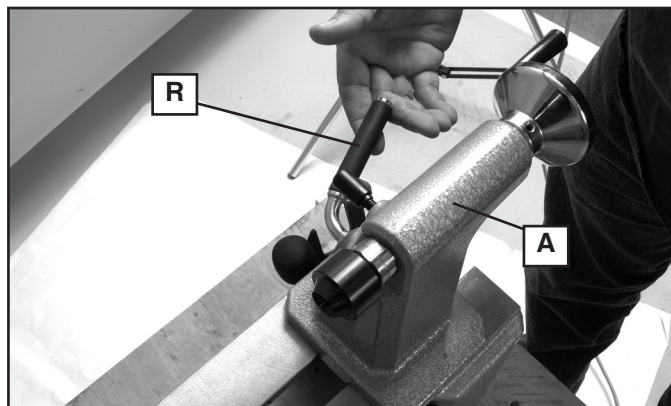
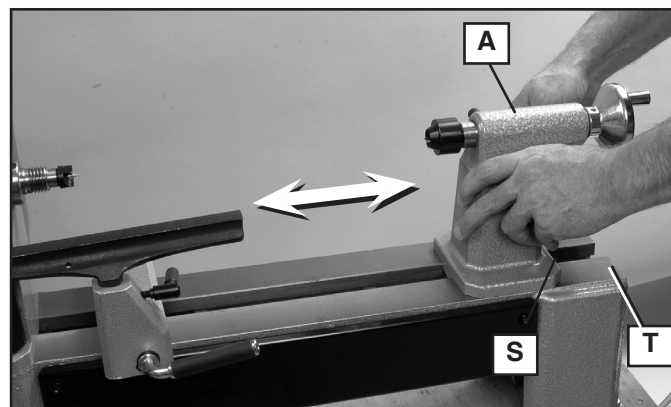

Fig. 10
Fig. 11
Pour régler la position de la poupée mobile (A), abaisser le levier de blocage (R) pour le relever. Coulisser la poupée mobile (A) le long de la semelle (fig. 11), à la position voulue. Serrer le levier de blocage (R), fig. 10, en le desserrant en position.
⚠ AVERTISSEMENT : Pour réduire le risque de blessures, ne pas positionner le rebord externe (S) de la poupée mobile, fig. 11, au-delà du bord de la semelle (T) du tour.
Pour dégager la poupée mobile (A), fig. 10, dégager le levier de blocage (R) de celle-ci et coulisser la poupée mobile hors de la semelle du tour.